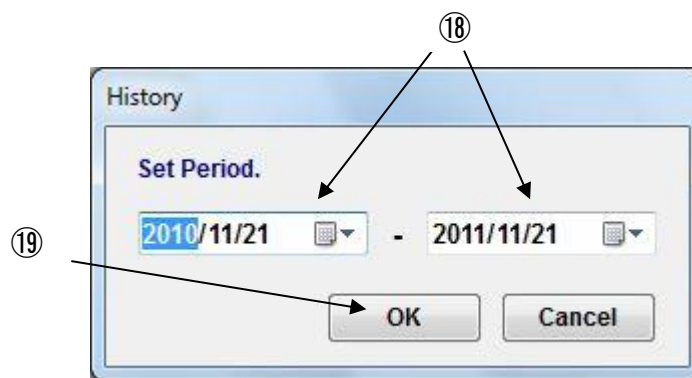

図 10-7 Period Setting ダイアログ
(17) [Period]を選択すると“Period Setting ダイアログ”(図 10-7) が表示されます。
(18) 日付入力または[▼]マークをクリックしカレンダー上で日付を変更してください。
(20) 更新された日付にて全受領品データが再表示されます。
(21) 部品検索には“Code Search”機能または“Filter”機能をご使用ください。(18 章参照)